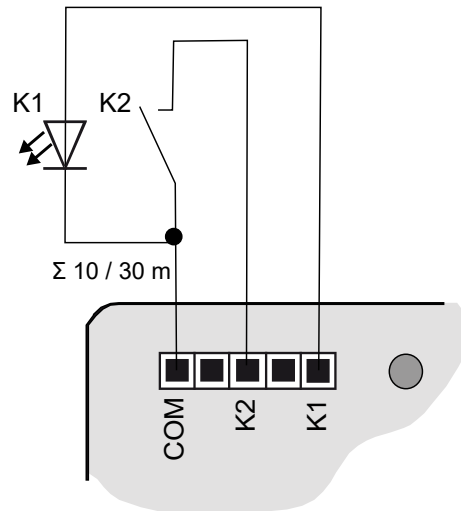
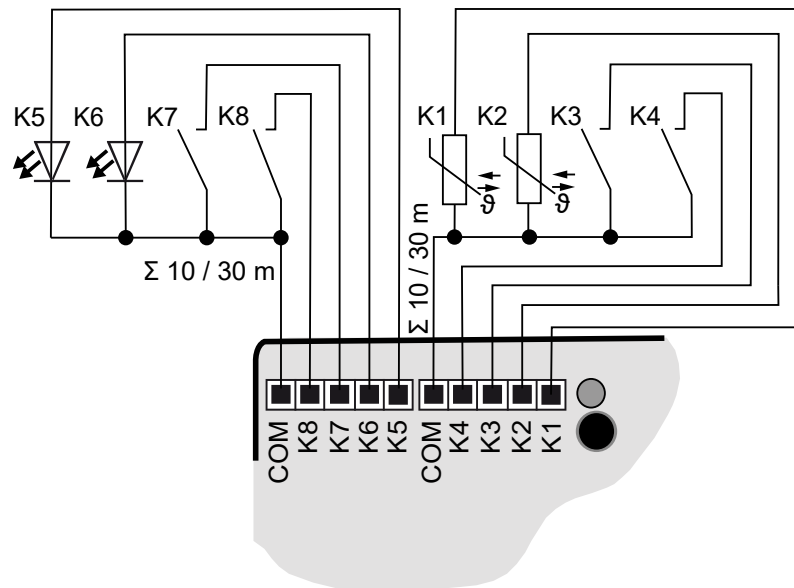

Bild 3: Anslutningsexempel strömställargränssnitt med 2 utgångar
Bild 5: Anslutningsexempel strömställargränssnitt med 8 utgångar
- Anslut knappar, omkopplare, kontakter, lysdioder eller NTC enligt anslutnings-exemplen med de bifogade anslutningsledningarna (4) (se bild 3) till (se bild 5). I anslutningsexemplen visas användningen med utgångar och sensorer.